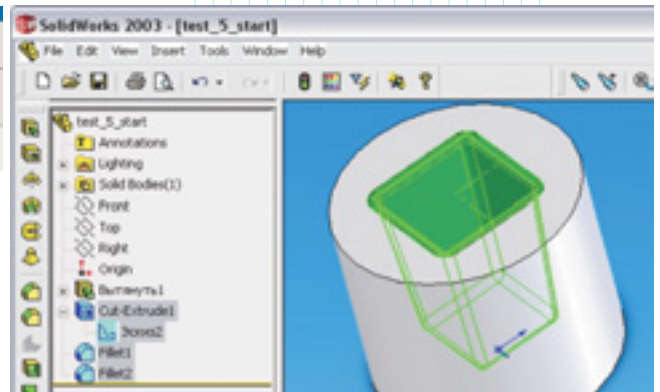

Рис. 12. Решение задачи №5 в SolidWorks 2003
Выполним данную задачу в *SolidWorks 2003* (рис. 12): удаляем операцию *Cut-Extrude1* (2 шага); выбираем *Эскиз2* (1 шаг); выполняем *Extrude* (6); заново делаем первое скругление (9) и второе скругление (4). Всего требуется **22** шага.